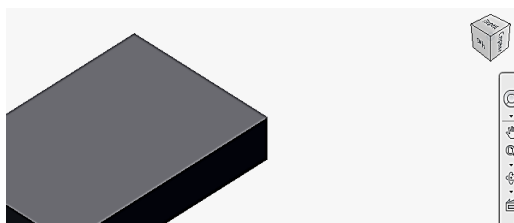

Рис. 3.6. Завершение построения первой пластины
6. Нажимаем ЛКМ (левая кнопка мыши) на домик в видовом кубе  и возвращаемся к главному виду (рис. 3.6).